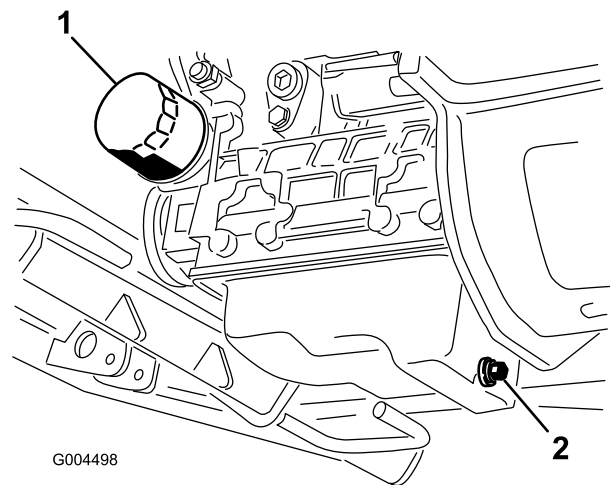

Figura 47
3. Coloque un recipiente debajo del capó, alineado con el tapón de vaciado (Figura 47).
6. Retire el filtro de aceite e instale uno nuevo (Figura 47).